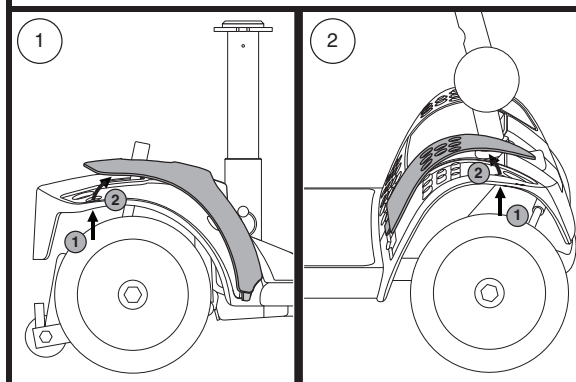

Figura 11. Pannello paraurti
2. Spingere attraverso il foro per separare il pezzo dal miniscooter. Vedere figura 11.
NOTA: Quando si installa il pannello paraurti anteriore e posteriore, verificare che la scheda nella parte inferiore del pannello è inserito nell'apertura prima di fissare il pannello. Vedere figura 11.